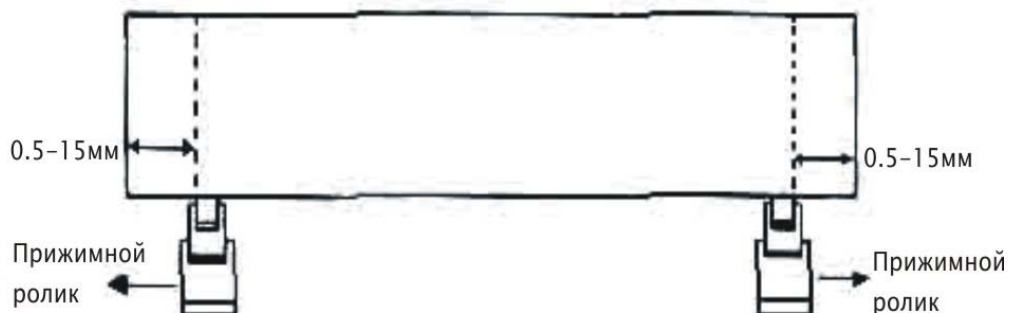

Рис. 2-28
1. Если длина материала меньше 4 м., с правого и левого краев материала оставьте поля шириной от 0,5мм до 15 мм (рис. 2-28).